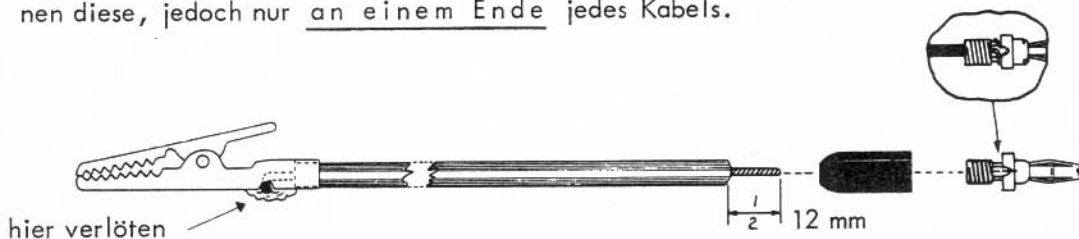

ABBILDUNG 6B
- () Löten Sie entsprechend Abbildung 6B an die verzinnten Enden des roten und des schwarzen Prüfkabels je eine Krokodilklemme an.